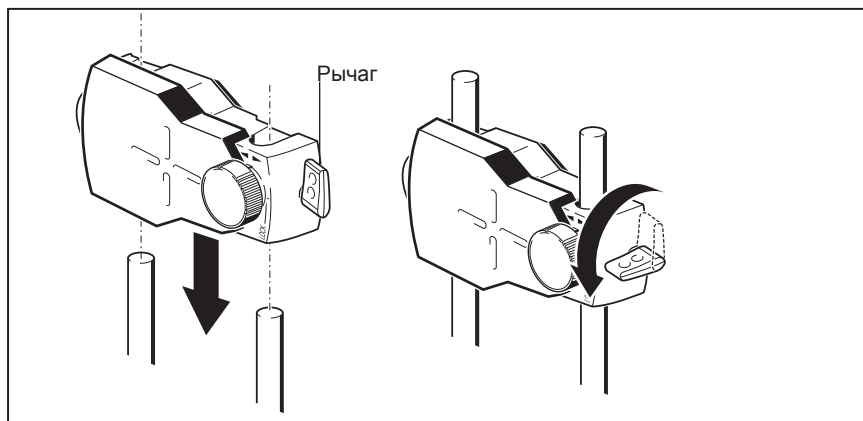

Рис. 7-3. Монтаж и крепление призмы
Желтая ручка с передней стороны призмы позволяет регулировать горизонтальный угол отраженного лазерного луча. Прежде чем монтировать призму, следует убедиться, что эта ручка расположена по центру, чтобы позднее можно было производить регулировку в максимальном диапазоне. Низ ручки должен совпадать со стрелкой на корпусе призмы (см. рис. 7-3).
6. Повернуть желтый быстродействующий рычаг сбоку корпуса призмы, затем сдвинуть призму по стержням правой скобы. Вернуть рычаг в горизонтальное положение, чтобы зафиксировать призму на стержнях (см. рис. 7-3).